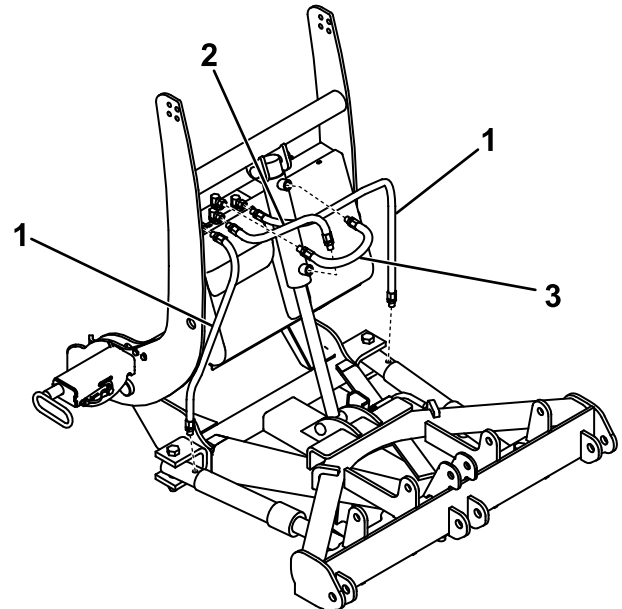

Figura 10
1. Instale el extremo de $\frac{1}{4}$ " de la manguera mediana en el acoplamiento central del distribuidor hidráulico (Figura 10). Apriete el acoplamiento con los dedos, luego gírelo 2 o 3 vueltas más.
2. Instale el extremo de la manguera mediana con la junta tórica de $\frac{3}{8}$ " en el acoplamiento inferior del cilindro de elevación (Figura 10). Apriete el acoplamiento con los dedos, luego gírelo 2 o 3 vueltas más.
3. Instale el extremo de $\frac{1}{4}$ " de la manguera larga en el acoplamiento derecho del distribuidor hidráulico (Figura 10). Apriete el acoplamiento con los dedos, luego gírelo 2 o 3 vueltas más.
4. Usando sellador de roscas, instale el extremo de $\frac{3}{8}$ " de la manguera larga en el cilindro de inclinación a la derecha (Figura 10). Apriete el acoplamiento con los dedos, luego gírelo 2 o 3 vueltas más.
superior del cilindro de elevación (Figura 10). Apriete el acoplamiento con los dedos, luego gírelo 2 o 3 vueltas más.
7. Conecte el extremo libre de la manguera corta al acoplamiento trasero del distribuidor hidráulico (Figura 10). Apriete el acoplamiento con los dedos, luego gírelo 2 o 3 vueltas más.